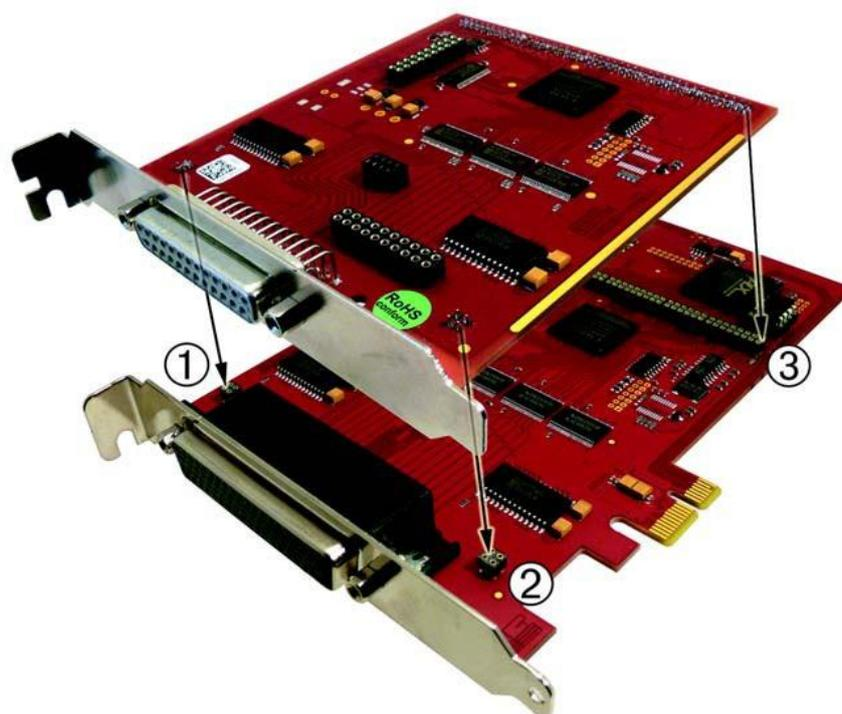

Abbildung 1: Montage der Aufsteckkarte
3. Stecken Sie die Aufsteckkarte vorsichtig und mit wenig Druck auf die dafür vorgesehenen Stiftstecker (siehe Abbildung 1, Position 1, 2 und 3). Vergewissern Sie sich, dass die Karte vollständig aufgesteckt ist.